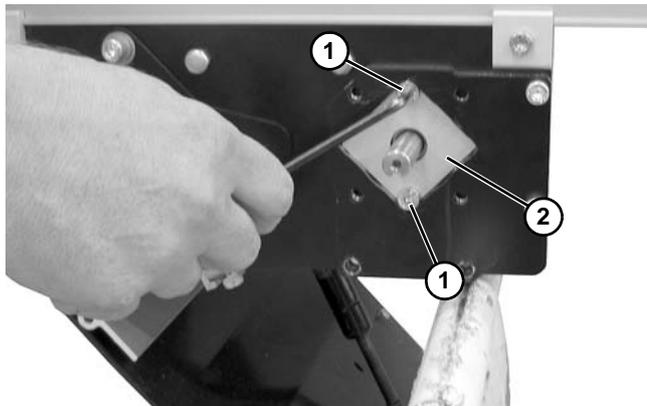

**Figura 38**
1. Coloque el soporte temporal (**Figura 38, artículo 1**) debajo del módulo de transmisión.
2. Afloje los tornillos fijadores (**Figura 38, artículo 2**) de cada esquina del módulo. Retire el módulo.